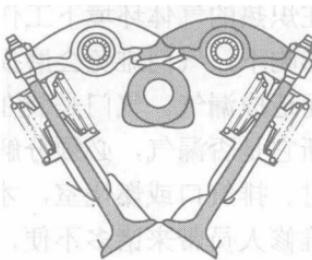

图 1-2 进、排气门处于关闭位置
2. 按照发动机工作方向缓慢旋转曲轴，使气门摇臂 R 圆弧面逐渐离开凸轮轴升程（如图 1-1 所示），直至测试缸活塞处于压缩冲程终了时的位置，即测试缸进、排气门处于关闭状态（可将左盖正时检视孔标志对准飞轮转子上的“T”标志，有条件时打开汽缸盖罩，对正时链轮位置加以确认），气门关闭位置如图 1-2 所示。持专用套筒扳手固定住曲轴左端的螺栓，使之保持不动（需二人配合操作）。